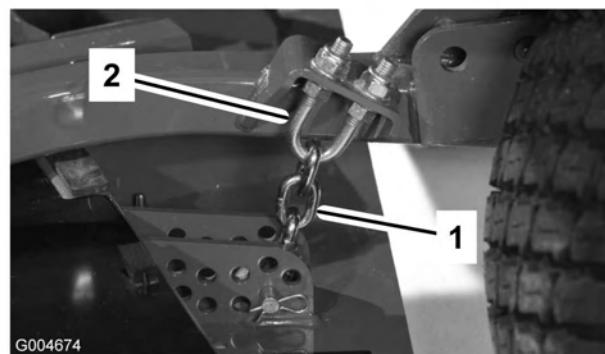

Figura 16
5. Retire o contrapino tipo grampo e pino de segurança que fixam as correntes da altura de corte à traseira da unidade de corte (Figura 16).